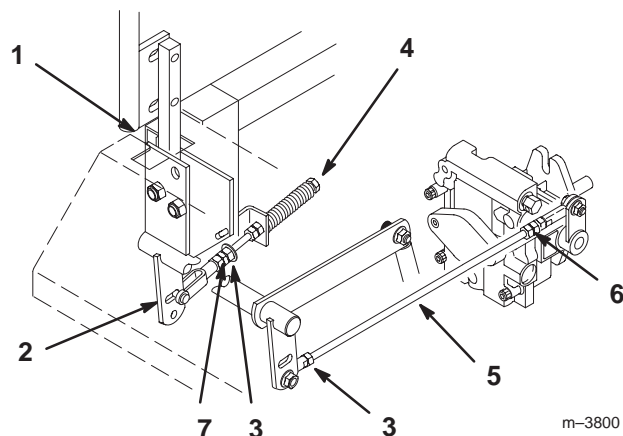

Figure 46
2. Commencez par le levier de commande gauche ou droit. Placez le levier au point mort (sans le verrouiller), puis tirez-le en arrière jusqu'à ce que l'axe de chape (situé sur le bras au-dessous de l'axe de pivot) touche l'extrémité de la fente (c.-à-d. commence juste à appuyer sur le ressort) (Fig. 46).
3. Vérifiez la position du levier par rapport au cran de la console ; il doit être centré de façon à pouvoir pivoter vers l'extérieur jusqu'à la position de verrouillage du point mort (Fig. 46).
4. Desserrez le contre-écrou sur la rotule de la tige de commande de la pompe (Fig. 46).
6. Réglez la longueur de la tige de pompe en tournant les doubles écrous dans le sens voulu, jusqu'à ce que la roue soit immobilisée ou tourne légèrement en marche arrière (Fig. 46).